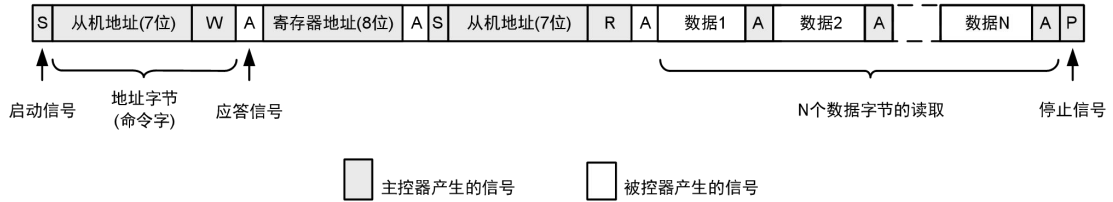

图 3.2 主机接收数据图示
- (1) 主机发送启动信号后，接着发送写命令字节（其中 W=0）；
- (2) 对应的从机收到命令字节后，返回一个应答信号；
- (3) 主机收到应答信号后向从机发送一个 8 位的寄存器地址字节；
- (4) 从机接收到地址字节后，向主机回馈应答信号；
- (5) 主机收到应答信号后向从机发送启动信号，接着发送读命令字节（其中 R=1）；
- (6) 对应的从机收到命令字节后，返回一个应答信号并向主机发送数据；
- (7) 主机收到数据后向从机反馈一个应答信号；
- (8) 从机收到应答信号后再向主机发送了下一个数据；
- (9) 当主机完成接收数据后，向从机发送一个“非应答信号（ACK=1）”，从机收到ACK=1的非应答信号后便停止发送；
- (10) 主机发送非应答信号后，再发送一个停止信号，释放总线结束通信。
- 以上所述即为主机接收数据的步骤，图 3.2 为主机接收数据的图示。